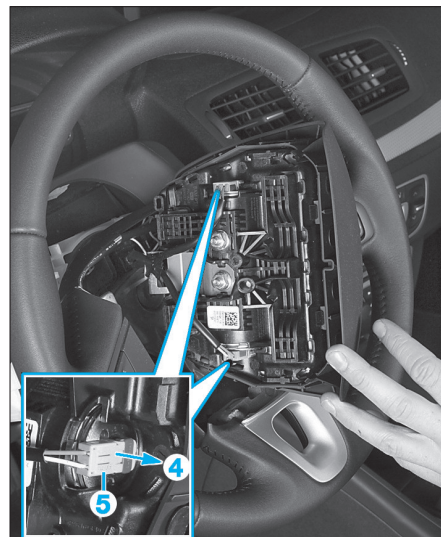

FIG. 2
- Déverrouiller la sécurité (4) puis débrancher les connecteurs (5) d'alimentation des générateurs pyrotechniques (Fig.2).